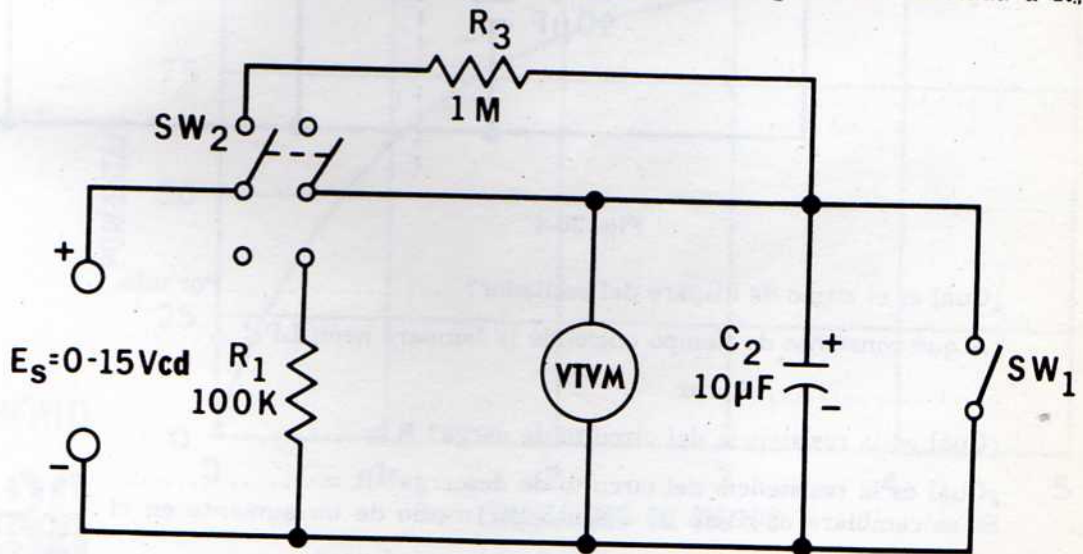

Fig. 36-3
11. Agregue las componentes necesarias al circuito, de manera que quede alambrado como se muestra en la Fig. 36-3. Con SW₁ abierto y SW₂ en la posición en la cual la fuente de energía esté conectada a R₃